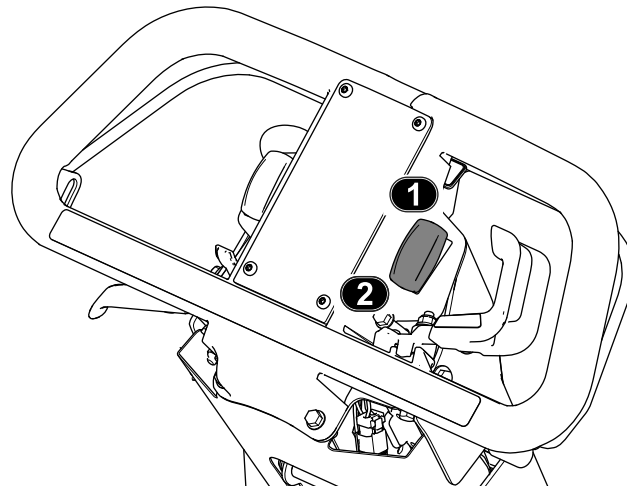

Figura 4
- **Accensione delle luci:** premete la parte superiore dell'interruttore (Figura 4).
- **Spegnimento delle luci:** premete la parte inferiore dell'interruttore (Figura 4).